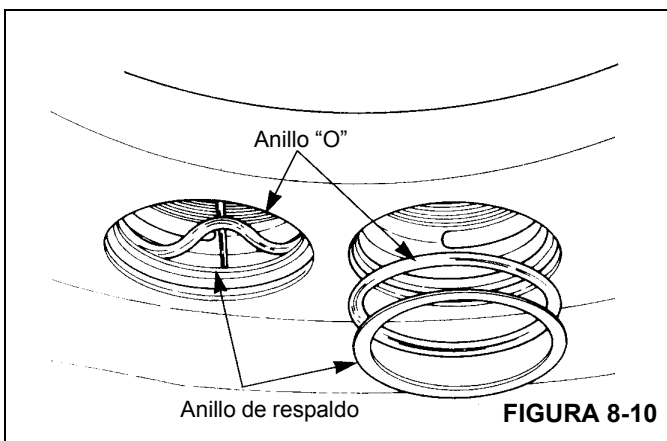

FIGURA 8-10
10. Retire y bote el anillo "O" y los anillos de respaldo (Figura 8-10).